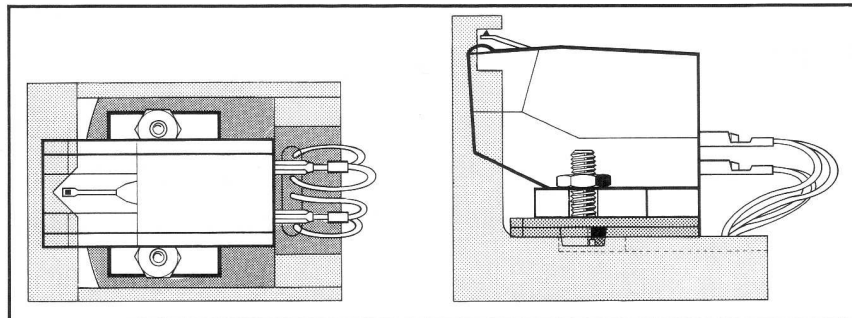

Fig. 7
- Die Montage ist korrekt, wenn die Abtastnadel – von oben betrachtet – in der V-förmigen Aussparung der Systemeinbaulehre steht. Von der Seite betrachtet, muß die Nadel im Bereich der rechteckigen Aussparung stehen (Fig. 7).